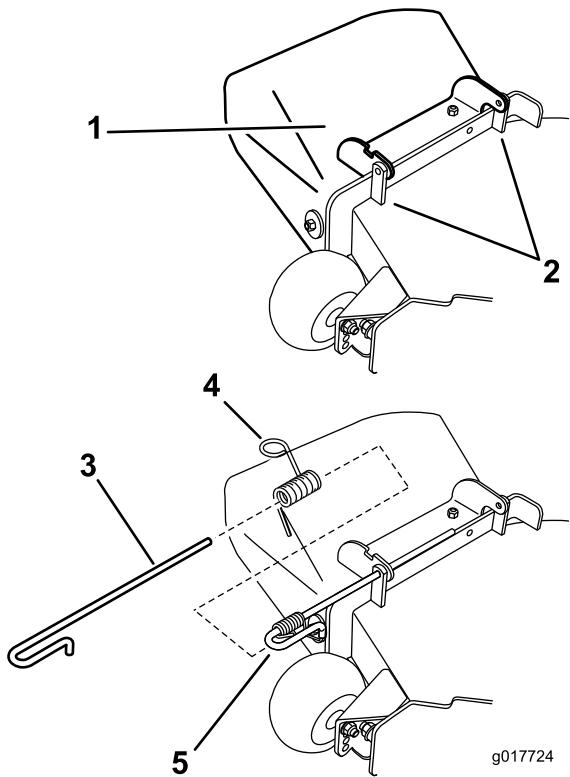

Figure 71
1. Désengagez le ressort du cran dans le support de déflecteur et sortez la tige des supports soudés du tablier, du ressort et de du déflecteur d'éjection (Figure 71). Enlevez le déflecteur s'il est endommagé ou usé.